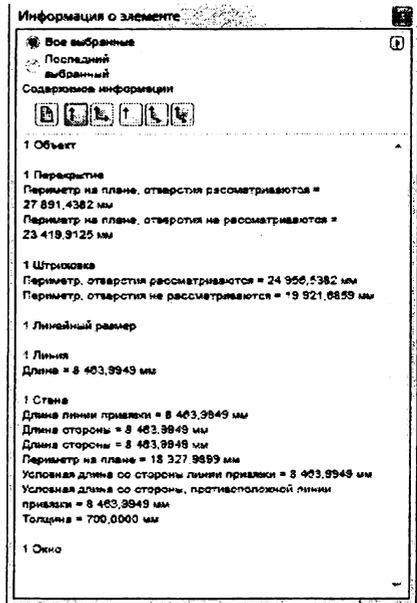

Рисунок 82
3. Нажата вторая кнопка (рис. 82) – выводятся размеры элемента в плане и периметр с учетом и без учета отверстий.